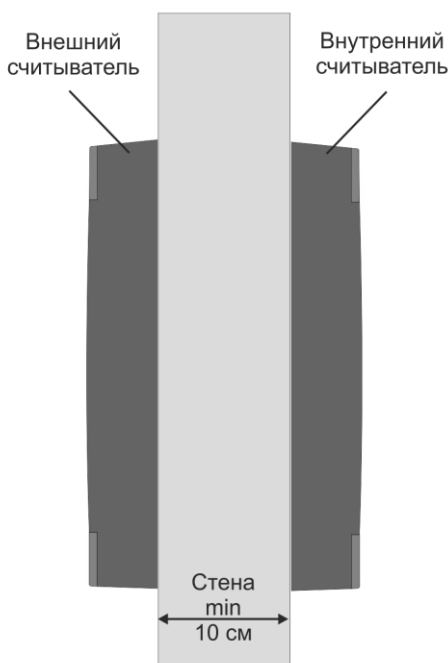

Рисунок 3. Крепление считывателей на одном уровне
- При установке считывателей на одном горизонтальном и вертикальном уровне (рис. 3) толщина стены должна быть не менее 10 сантиметров.